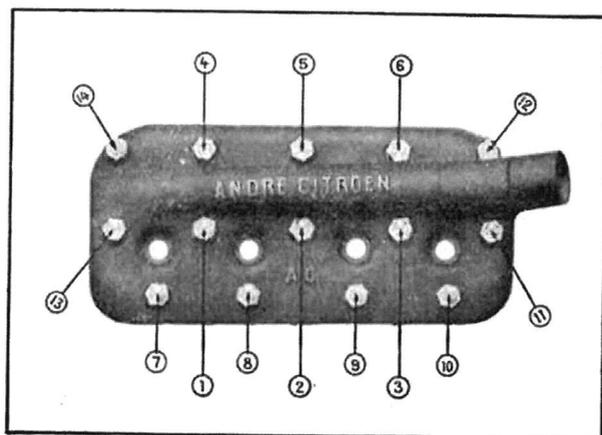

Fig. 26. — Ordre de serrage des écrous de culasse.
- 15—Remonter et refixer la culasse en serrant progressivement les écrous des goujons d'assemblage dans l'ordre indiqué (*fig. 26*) et en évitant de bloquer les écrous en une seule fois.